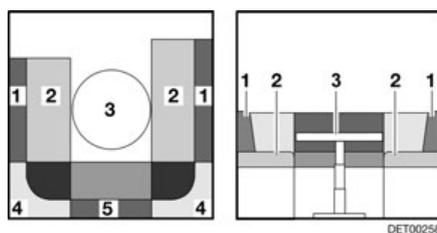

Fig. 82 Avant la transformation
- Convertir la table (Fig. 82,3) en sommier de lit (voir paragraphe 7.7).